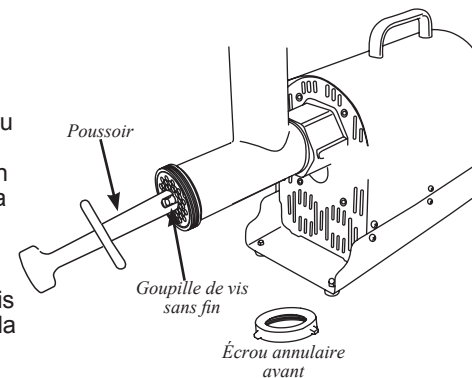

FIGURE 14
2. Attachez le bout de la poignée du pilon sur la goupille de la vis sans fin. L'ouverture sur le pilon doit bien se fixer autour de la rainure dans la goupille (FIGURE 14).